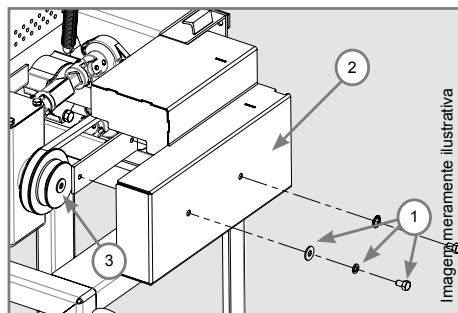

Figura 5
1. Retire os parafusos e arruelas (1) e a proteção de correia (2), conforme Figura 5.
7. Recoloque a proteção de correia, os parafusos e as arruelas, conforme Figura 5.